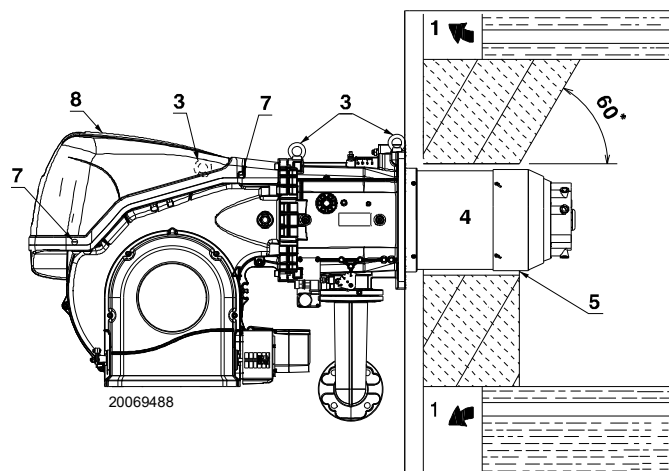

Fig. 14
Pentru centralele cu trecere frontală a gazelor arse 1)(Fig. 14) sau cu cameră de flacără inversă, o căptușeală refractară 5), între căminul refractar 2) și duza 4).
Pregătiți un sistem de ridicare adecvat prin agățarea inelelor 3)(Fig. 14), după ce ați îndepărtat șuruburile 7) de fixare a capotei 8).
- Glisați protecția termică furnizată peste duza 4)(Fig. 14).